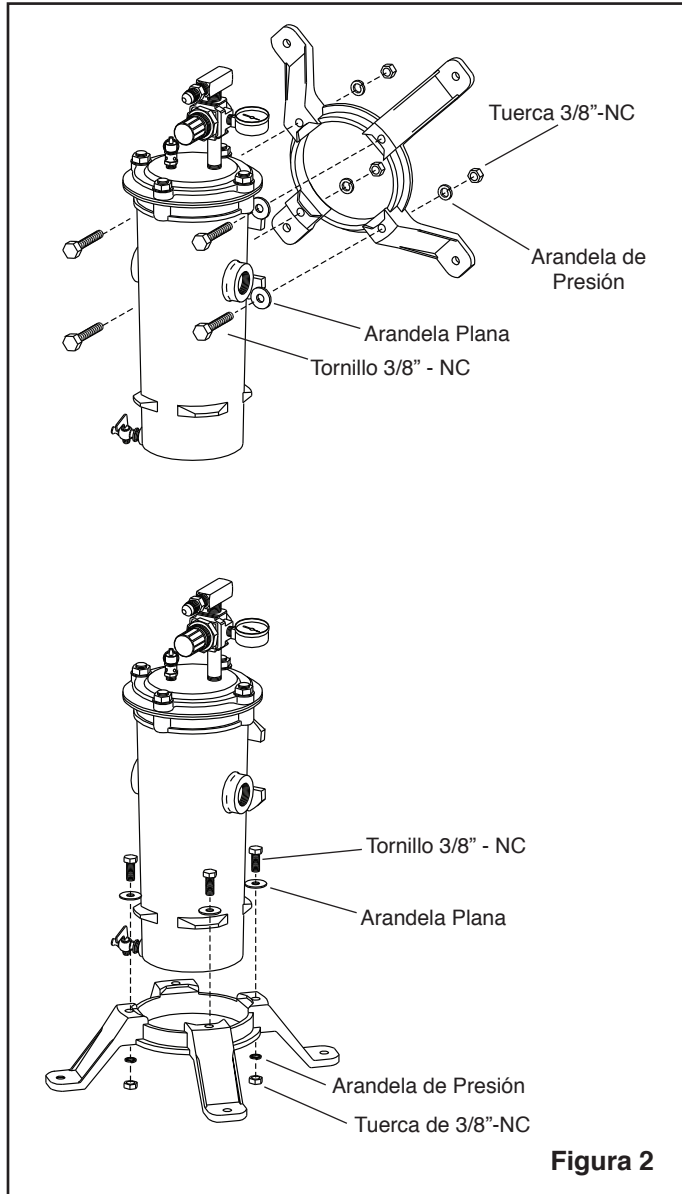

Figura 2
2.1.1 Refiérase a la Figura 2 y fije el marco de base a las 4 orejetas para colocarlo libre en posición vertical, fijarlo al piso ó fijarlo lateralmente a la pared.